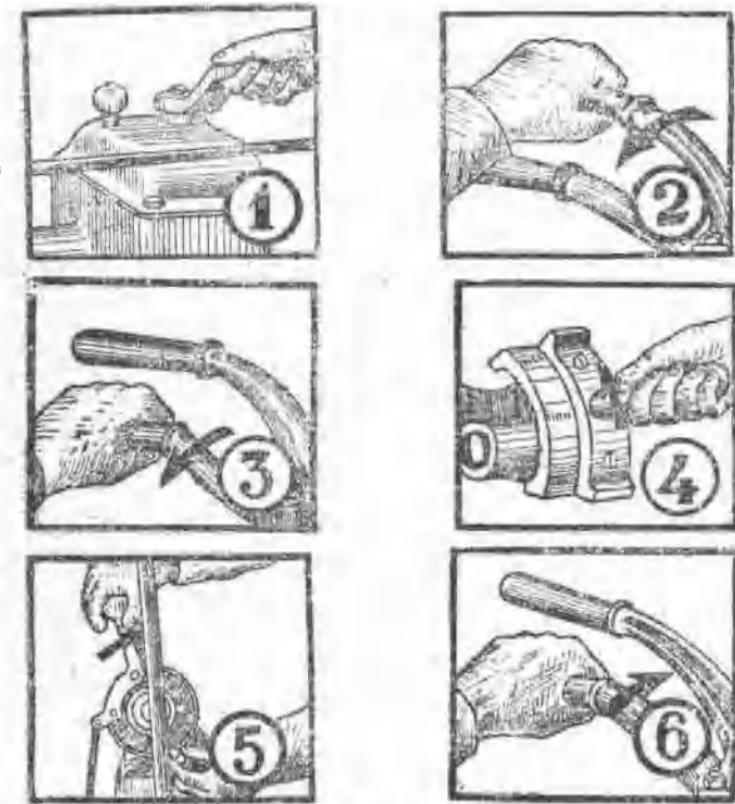

图3 主发动机的启动
(3) 起动机开始工作后，须将磁石发电机点火调整杆搬往提早发火位置。取出摇把将调整器杆用定转钩来钩住，利用低速运转，使起动机得到预温。
(4) 起动机在空转时所起的作用，是使起动机之润滑油能充分润滑起动机各部机件，并能将主发动机内部也得到预温。(由于与冷却装置内的水层相通及主发动机吸气管周围是起动机的排气管)以促使主发动机容易起动。
后，仍須将把手推至高速位置如图3，①所示。
(2) 将起动机驱动小齿轮连接于飞轮齿上。再将离合器把手向外拉，再连接起动机离合器如图3，②、③所示。
(3) 起动机起动开始后，以正常速度带动主发动机，然后再将汽门开闭杆搬在中间位置，等到发动机充分预温后，再将汽门开闭杆，由中间位置搬至关闭位置（拉杆向上）如图3，④所示，并开始给油。
(4) 为使主发动机大量给油，要拔出加速杆销子，从原位拉到半周，此时喷油泵即经过喷油嘴开始喷油，主发动
机就开动起来了。如果主发动机经过数转后仍不能爆发，则仍须将加速杆搬回不喷油位置，并重新继续加温，再起动如图3所示。
(5) 直到主发动机发动后，连接装置的驱动小齿轮即自动松开，为了安全起见，于开动主发动机后，必须立刻松开起动机离合器，如图3所示。
(6) 闭上起动机燃油箱开关，以便使化油器内剩余之燃油能继续使它转动，至起动机无油为止。然后断开点火开关。
(7) 主发动机先低速运转5~15分钟，再变为高速空转5分钟，待主发动机运转平稳后，才能连接负荷。